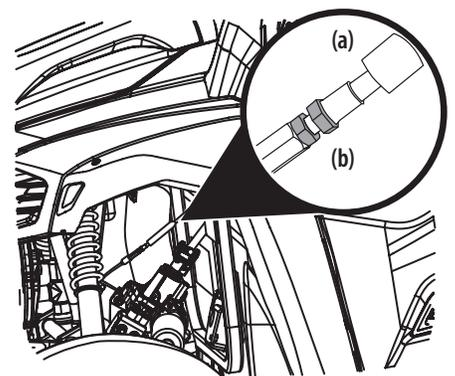

Figure 5-17
1. Regardez sous l'aile de la roue avant du côté du conducteur et cherchez le point de réglage. Retirez le couvercle en caoutchouc (a) des écrous de réglage (b). Voir Figure 5-17.
2. Ajustez les écrous du câble du frein de stationnement (b) de façon à ce qu'il n'y ait plus de jeu. Voir Figure 5-17.